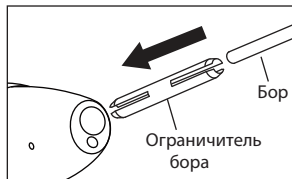

Рис. 2
- 2) Вставьте ограничитель бора в цангу. (Рис. 2)